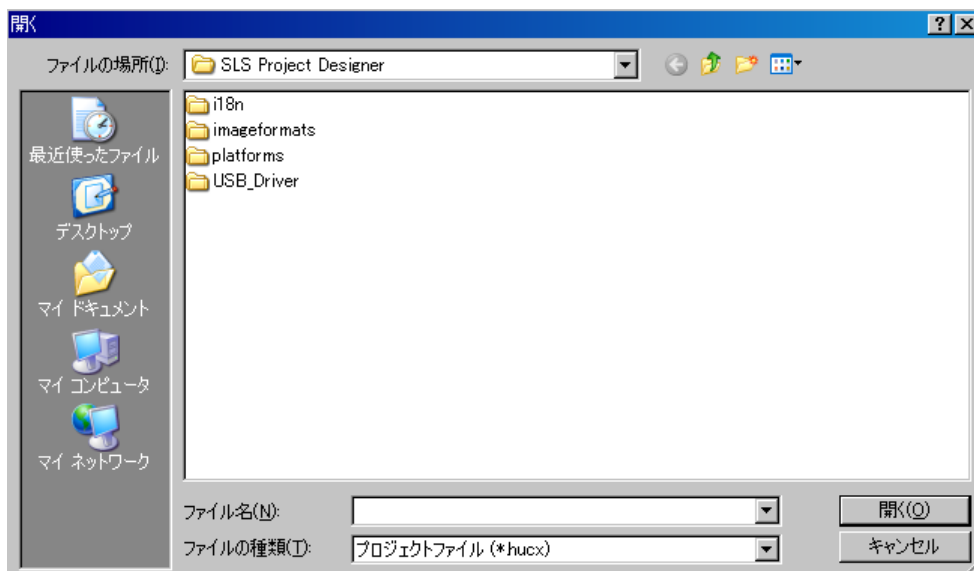

図7-55 プロジェクトファイルの選択
- c) ウィンドウが表示されるので、プロジェクトファイル[*****.hucx]を選択し、[開く]をクリックしてください。(図7-55参照)